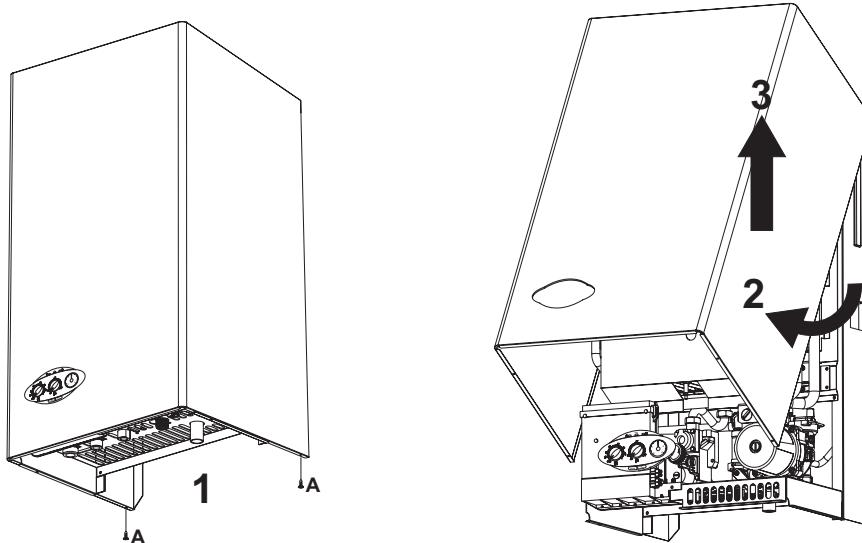

рис. 9 - Демонтаж кожуха
1. Отвинтите винты "A" (см. рис. 9).
2. Поверните кожух (см. рис. 9).